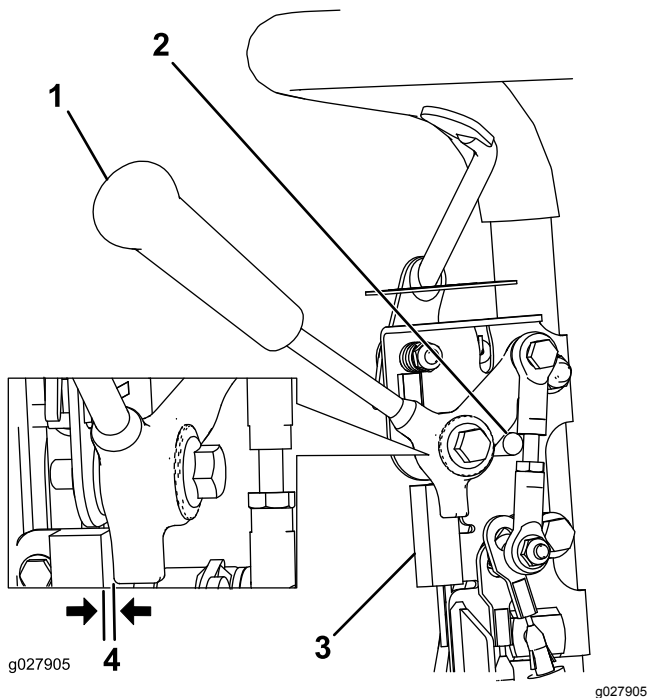

Figura 31
1. Verificate che il motore sia spento e la leva della trazione disinnestata e appoggiata sul fermo in folle (Figura 31).
2. Allentate i dispositivi di fissaggio del microinterruttore di sicurezza (Figura 31).
3. Inserite uno spessore di 0,8 mm fra la leva della trazione ed il microinterruttore di sicurezza (Figura 31).